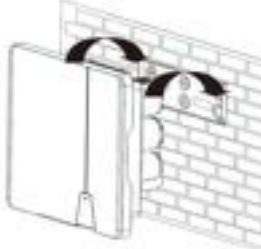

Fig. 6: Acroșarea redresorului în suportul de perete
- 2 Acroșați aparatul în placa de montaj (a se vedea fig. 6 și fig. 8.2 – poz 1.) și verificați stabilitatea.